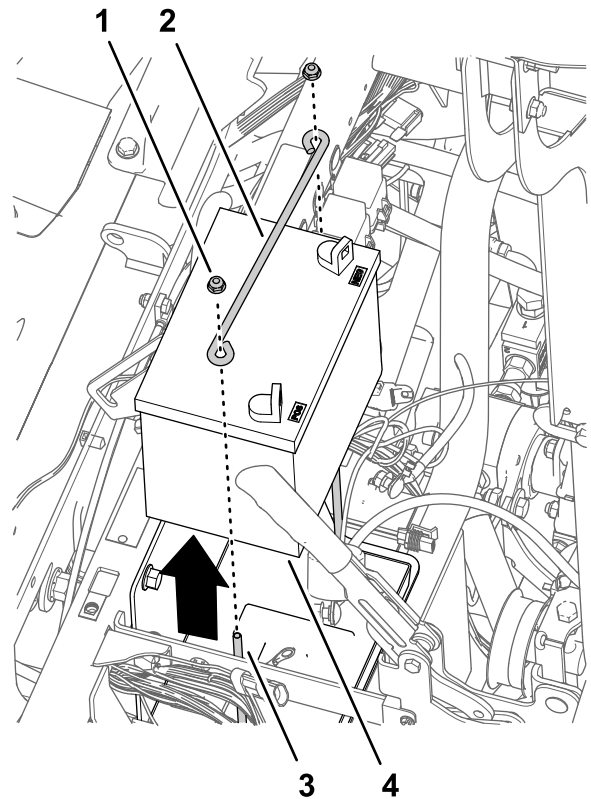

Figura 171
4. Montate il coperchio rimosso nel passaggio 2 di Rimozione del volante (pagina 78) sul volante (Figura 171).
- Togliere la batteria dalla macchina (Figura 171).
- Rimuovete i 2 dadi di bloccaggio flangiati e i tiranti dai 2 bulloni a J che fissano la batteria alla staffa della batteria della macchina (Figura 171).